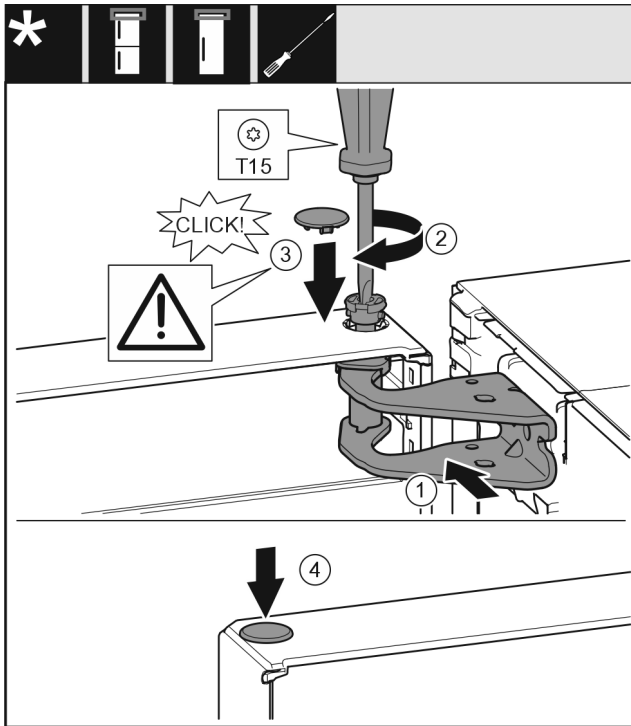

Fig. 58
- Выровняйте дверь вверху по отверстию в опорном кронштейне Fig. 58 (1).
- Вставьте палец Fig. 58 (2) и затяните отверткой.
- Установите крышку Fig. 58 (3).
- Проследите за тем, чтобы крышка Fig. 58 (3) прилегала к дверям.
- Установите крышку Fig. 58 (4).